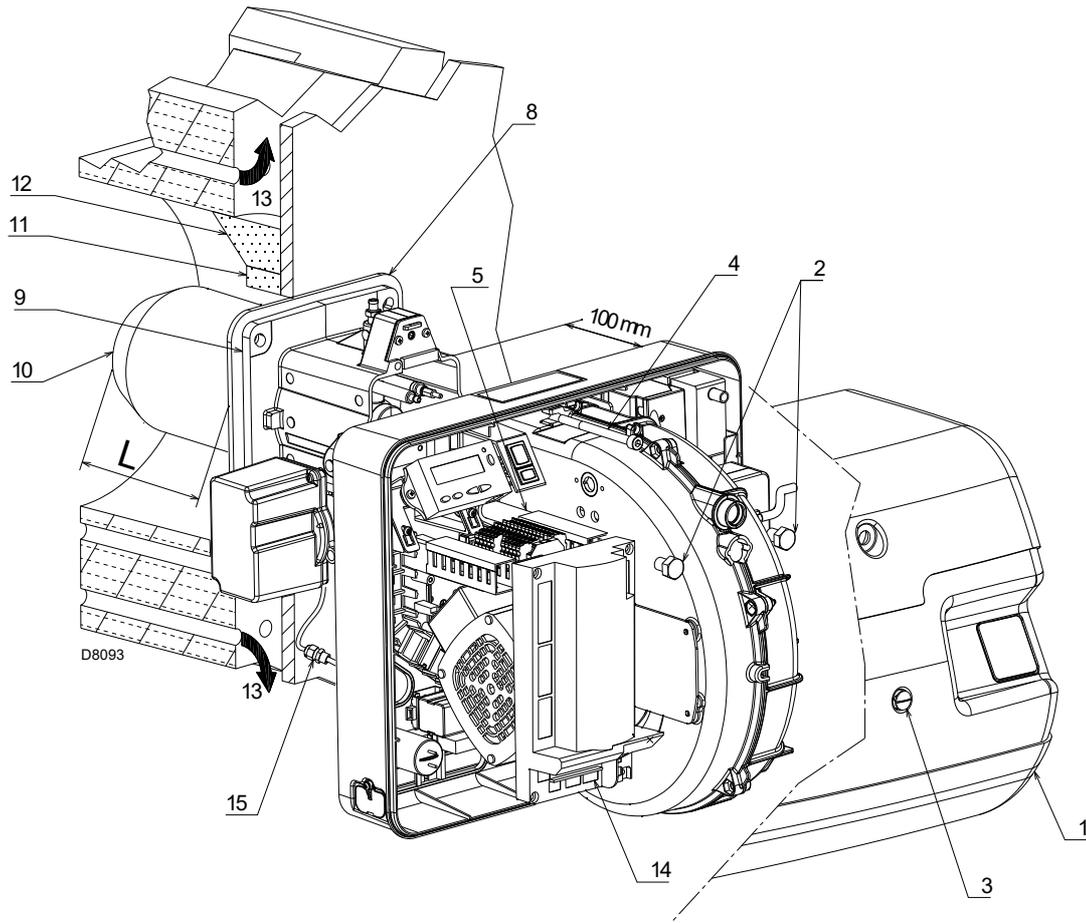

Fig. 17
Per le caldaie con giro dei fumi anteriore 13)(Fig. 17), eseguire una protezione in materiale refrattario 11), tra refrattario caldaia 12) e boccaglio 10).
Per le caldaie con il frontale raffreddato ad acqua non è necessario il rivestimento refrattario 11)-12)(Fig. 17), se non vi è espressa richiesta del costruttore della caldaia.
Separare la testa di combustione dal resto del bruciatore, come in Fig. 17 come di seguito indicato:
- rimontare il bruciatore sulle guide 3) a circa 100 mm dal manicotto 4) - bruciatore nella posizione illustrata in Fig. 17;
- connettere la spina del servomotore 14)(Fig. 17) ed avvitare il passacavo 15);